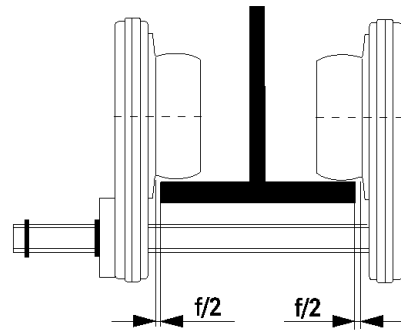

Figura 3-7 Espacios libres para polipastos con trole
- c. Si puede llegar al extremo de la viga de rodaje, deslice el polipasto con trole hasta ese punto. Revise el espacio libre $f/2$ (Figura 3-7 y Tabla 3-1). Ajústelo si es necesario (consulte la Sección 3.4.1, paso 6).